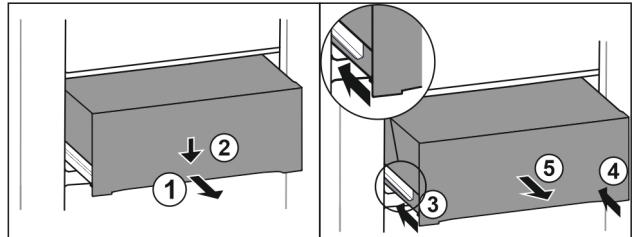

Fig. 131
- Schubfach halb herausziehen. Fig. 131 (1)
- Schubfach an der Vorderseite nach unten drücken. Fig. 131 (2)
- Linke Schiene etwa 2 cm einschieben. Fig. 131 (3)
- Rechte Schiene etwa 2 cm einschieben. Fig. 131 (4)
- Schubfach nach vorne entnehmen. Fig. 131 (5)